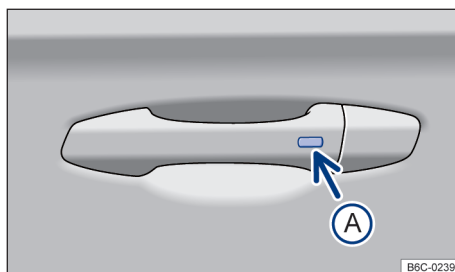

Fig. 54 En la manilla interior de la puerta: tecla para bloquear o desbloquear.
- 1 Presionar la tecla → fig. 54 **(A)** en el exterior de la manilla interior de la puerta.
- 2 Presionar la tecla → fig. 54 **(A)** en el exterior de la manilla interior de la puerta.
- Dentro de 5 segundos, presione la tecla en el exterior de la manilla interior de la puerta → fig. 54 \(A\). Así, no sujetar la manilla de la puerta. El sistema de cierre y arranque sin llave "Keyless Access" está temporalmente desactivado.